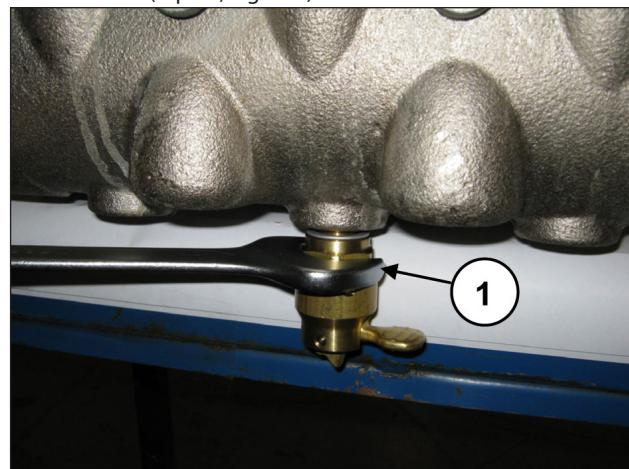

Fig. 105
Dévisser le dispositif d'ouverture des soupapes à l'aide d'une clé de 30 mm (rep. ①, Fig. 105).